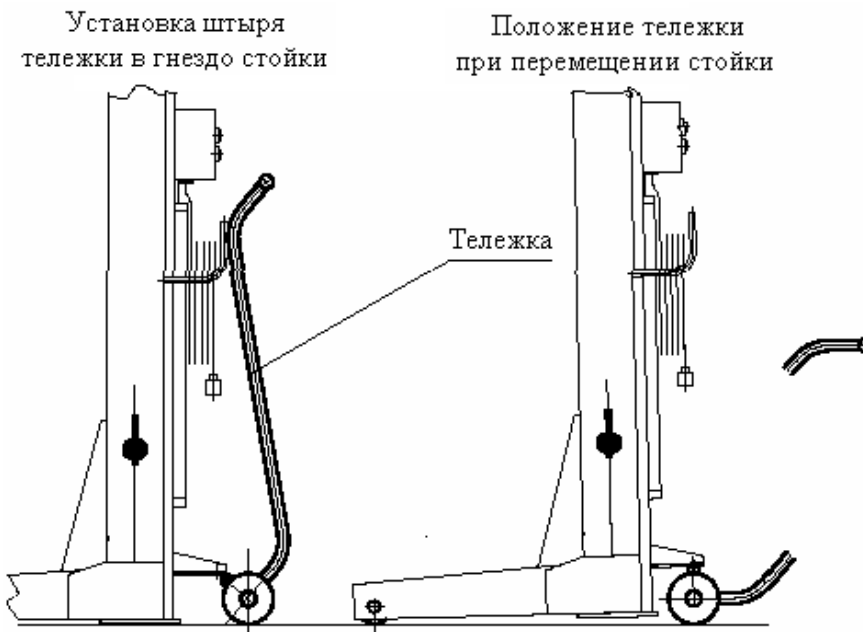

Рис. 5. Перемещение стойки при помощи тележки
7.1.1. При помощи тележки подкатить каждую стойку подъемника подхваты под колеса автомобиля. Для перемещения стойки подкатить тележку к стойке и, зацепив ее, приподнять (см.Рис.5). Убрать тележку.